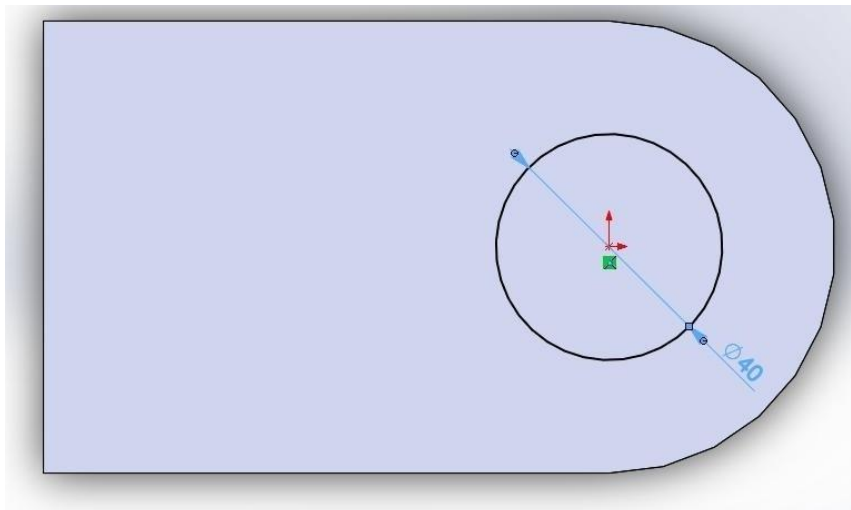

Рисунок 1.19 - Елемент коло
4.5. Встановити розмір кола. Активізувати функцію "Автоматичне нанесення розмірів". Натиснути лівою кнопкою миші на будь-яку точку окружності, вивести розмірну лінію шляхом перетягування курсору миші по вікну креслення, повторно натиснути на ліву кнопку миші в місці, де бажаєте розташувати напис розміру, установити в діалоговому вікні потрібний розмір окружності (40 мм). Результат виконання зазначених дій представлено на рис. 1.19.